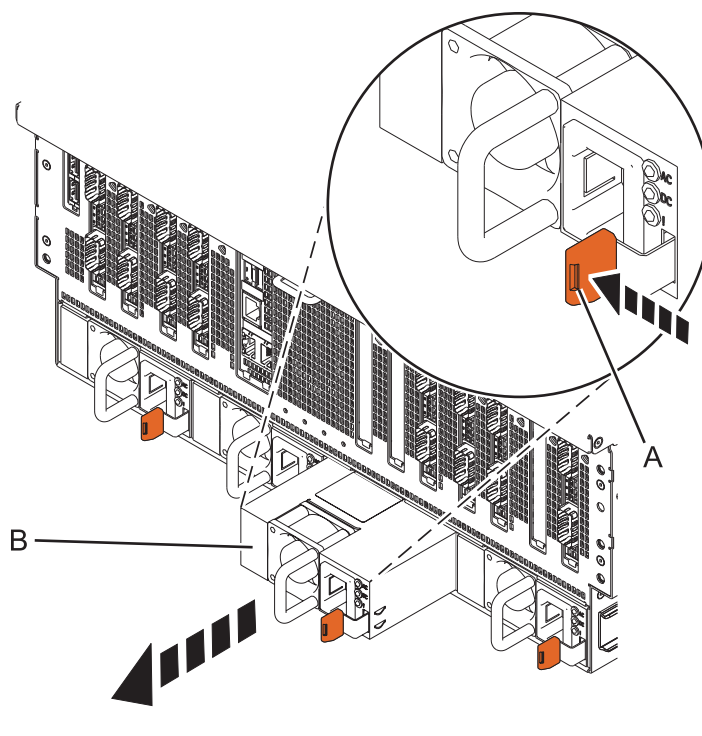

Figura 6. Extracción de una fuente de alimentación de la parte posterior del chasis del sistema
2. Empuje la pestaña de bloqueo de color terracota (**A**) en la dirección que se muestra en la Figura 6.
3. Tire de la fuente de alimentación (**B**) extrayéndola del sistema, tal como se muestra en la Figura 6.